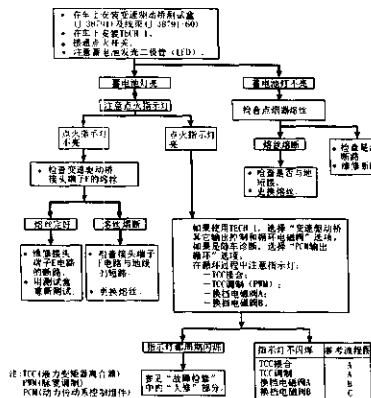

图 2-39 测试盒诊断流程图
③ 打开点火开关。如果需要，在故障诊断仪上输入汽车信息。将测试盒上的换挡杆和液力变矩器离合器开关放在正常位置。按照测试盒诊断流程图中的步骤进行测试（图 2-39）。
④ 踏试汽车并注意测试盒上的发光二极管。如
(2) 部件测试（用测试盒）
**注意：**使用图 2-39 之前，参见 (1) 款。